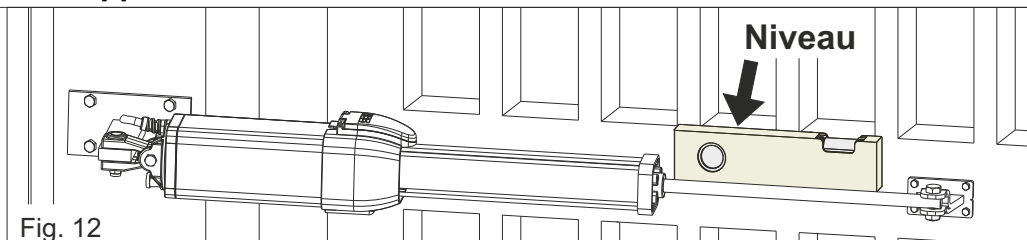

Fig. 12
- 2 - Pour un bon fonctionnement il est important de positionner tant l'opérateur que les supports postérieur et antérieur de façon parfaitement horizontale, en utilisant le niveau comme en Fig. 12
Le support doit être positionné de manière telle que l'opérateur soit parfaitement horizontal (Fig. 12)